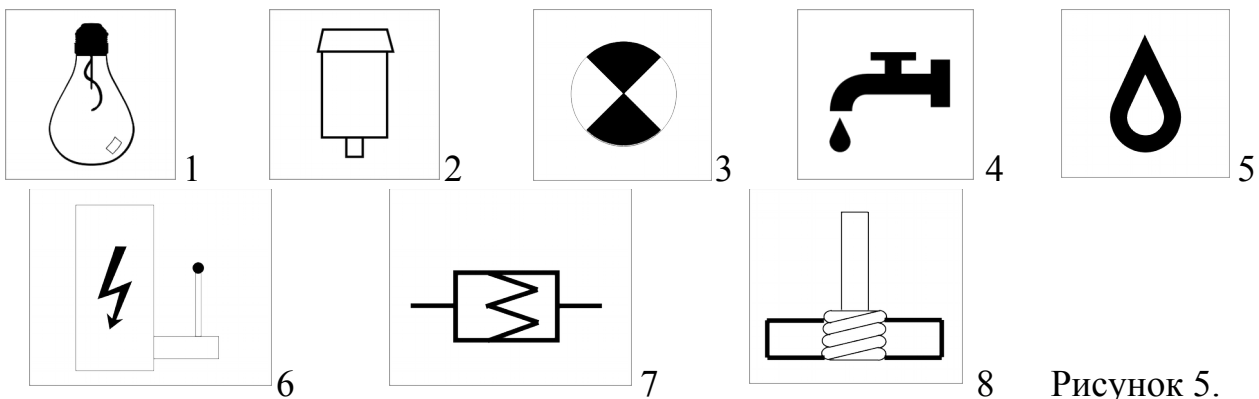

Рисунок 5.
5.1. Управление станка (См. рис. 5.).